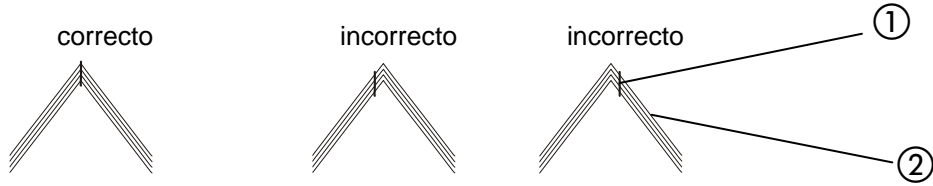

Fig. 15
Las piezas de centrado se emplean únicamente para el grapado en forma de U. Sirven para colocar con precisión la grapa y en el centro de plegado del pliegue ② (- véase Fig. 15-)